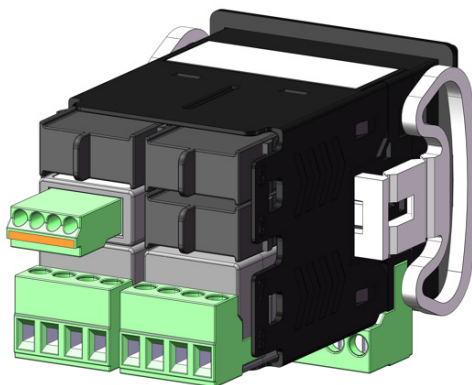

Figura 10 – Protegiendo las posiciones
- **Termopares:** La Figura 10 muestra cómo realizar la conexión de los sensores de termopar. Si es necesario prolongar los hilos del termopar, deben utilizarse cables de compensación adecuados.